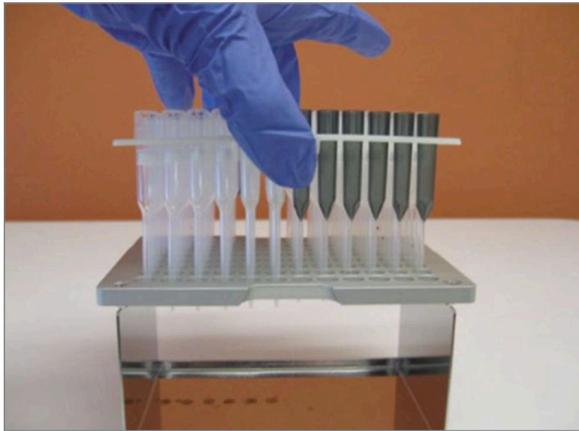

FIGURA 5.13: Inserção das pontas e dos furadores de folha no suporte metálico para pontas.
- b. Coloque as pontas e os furadores de folha no suporte. Pegue no rack de plástico para pontas utilizando as abas centrais. Coloque o rack para pontas sobre o suporte metálico e desça lentamente as pontas na direção do suporte metálico. Para o alinhamento das pontas de plástico recomenda-se a colocação do suporte à altura dos olhos (FIGURA 5.13).